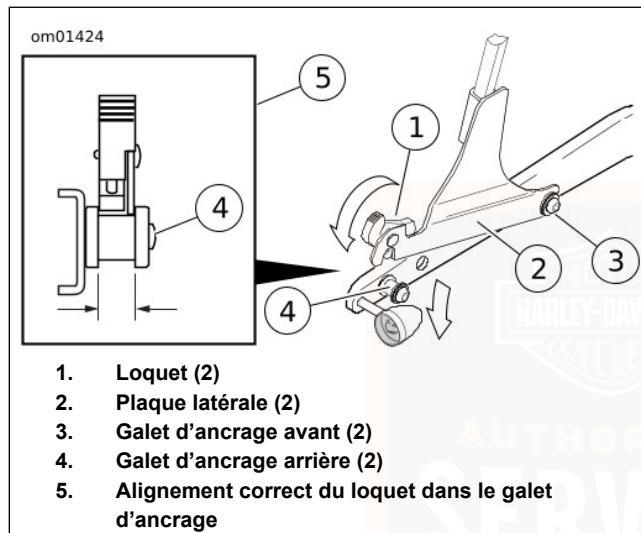

Figure 54. Appui-dos du passager
1. Voir Figure 54. Se placer derrière la moto et placer les encoches de plaque latérale avant de gauche et de droite dans les gorges des points d'ancrage avant.